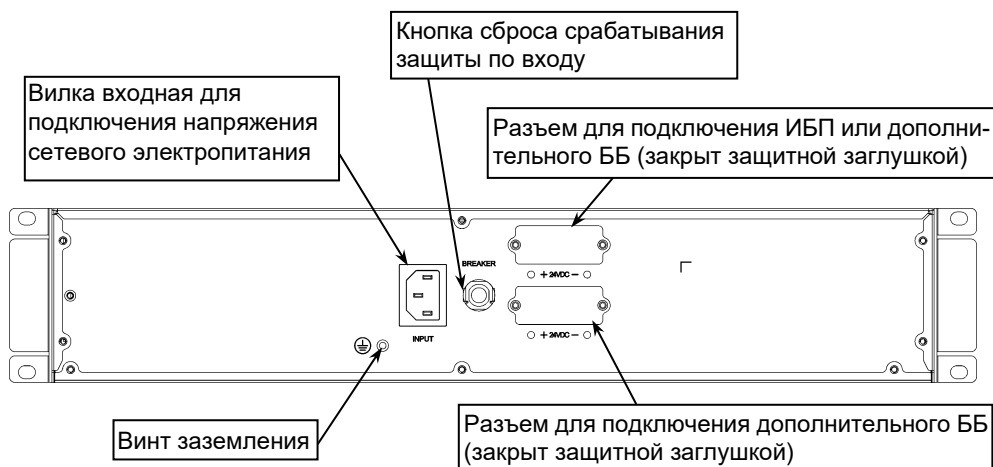

Рисунок 2 – Пример общего вида задней панели ББ SKAT BC 24/18S3 RACK исп.Л
На задней панели ББ расположены: вилка входная для подключения напряжения сетевого электропитания, кнопка сброса срабатывания защиты по входу (срабатывание защиты происходит при превышении уровня входного тока выше допустимого), разъемы для подключения (закрыты защитными заглушками) и винт заземления (см. рисунок 2).
- разместите ББ на полке или направляющих шкафа или стойки и закрепите его на передних стойках. Соедините винт заземления ББ (см. рисунок 2) с контуром заземления шкафа или стойки перемычкой заземления (в комплект поставки не входит);
Подключите ББ к сетевому напряжению через вилку входную «INPUT» (см. рисунок 2) и кабель сетевой (входит в комплект поставки).